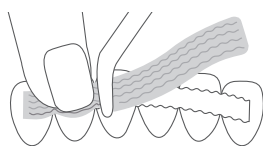

Рисунок 2
- 2) Продолжайте адаптацию последовательно для каждого зуба по всей длине (как на Рис. 2). Не проводите полимеризацию на данном этапе.